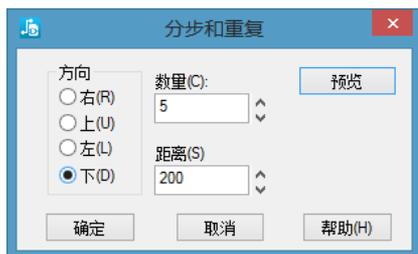
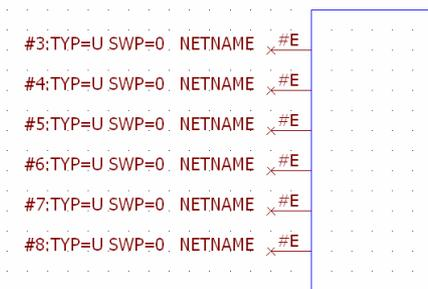
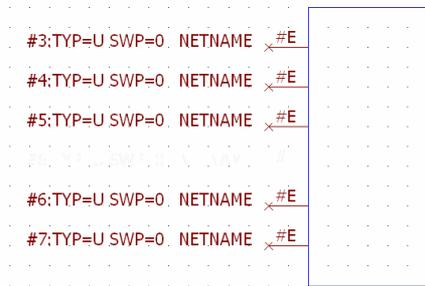

图 5-14 “分步和重复”对话框
图 5-15 使用“分步和重复”命令添加的管脚
图 5-16 删除管脚效果
(1) 在新的管脚将继续黏附在光标上的状态下,单击鼠标右键,在弹出的快捷菜单中选择“分步和重复”命令。系统会打开“分步和重复”对话框,如图 5-14 所示。
(2) 设置方向,并设置重复添加的管脚数(即“数量”)以及管脚间距(即“距离”)。
(3) 单击“预览”按钮查看具体情况。
(4) 单击“确定”按钮,在编辑器的恰当位置添加这些管脚。所设定数目的管脚就会按设置参数添加到当前的图形。图 5-15 所示即为使用“分步和重复”命令添加的管脚。
例如,如果用户想删除图 5-15 所示的管脚#6,则可以使用鼠标直接选择管脚#6 位置(在#E 处或者管脚名称处),单击删除图标按钮就完成了删除操作。紧跟在管脚#6 后面的管脚序号将变为删除掉的这个号码,后面依次改变,效果如图 5-16 所示。